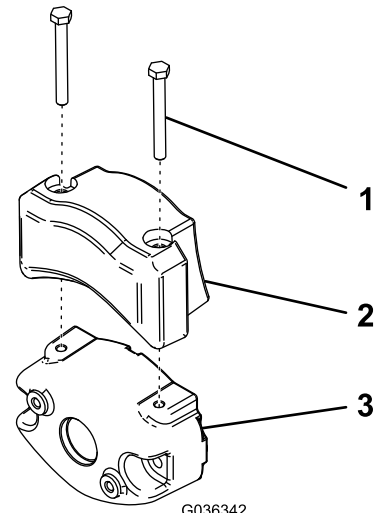

図 9
4. 図 9のように、キャップスクリュ2本を使用して既存のカウンタウエイトに電動用ウエイトを取り付ける。